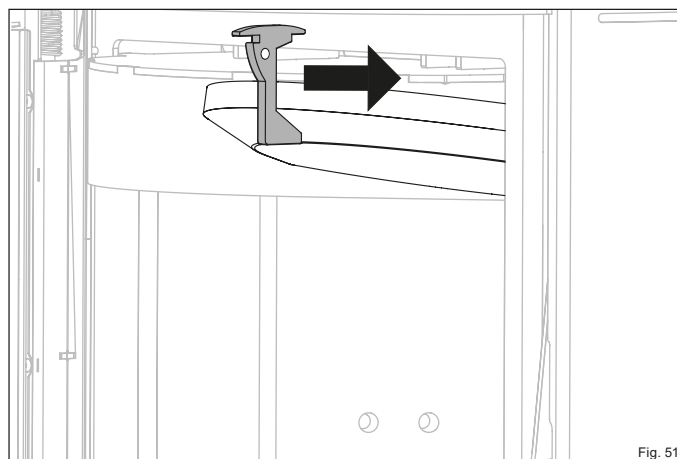

Fig. 51
- ▶ Faites glisser le support de la pierre thermique vers l'avant (Fig. 51).